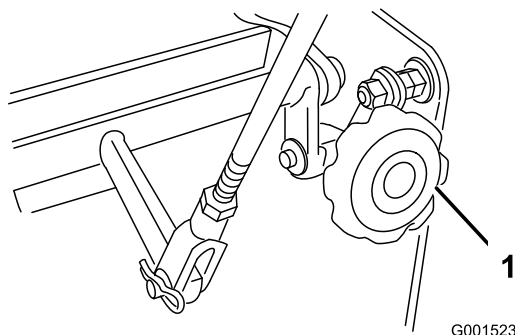

Figure 38
4. Si la machine se déporte d'un côté ou de l'autre, tournez le bouton Quick-Track. Tournez le bouton à droite pour diriger la machine vers la droite, et à gauche pour diriger la machine vers la gauche (Figure 38).